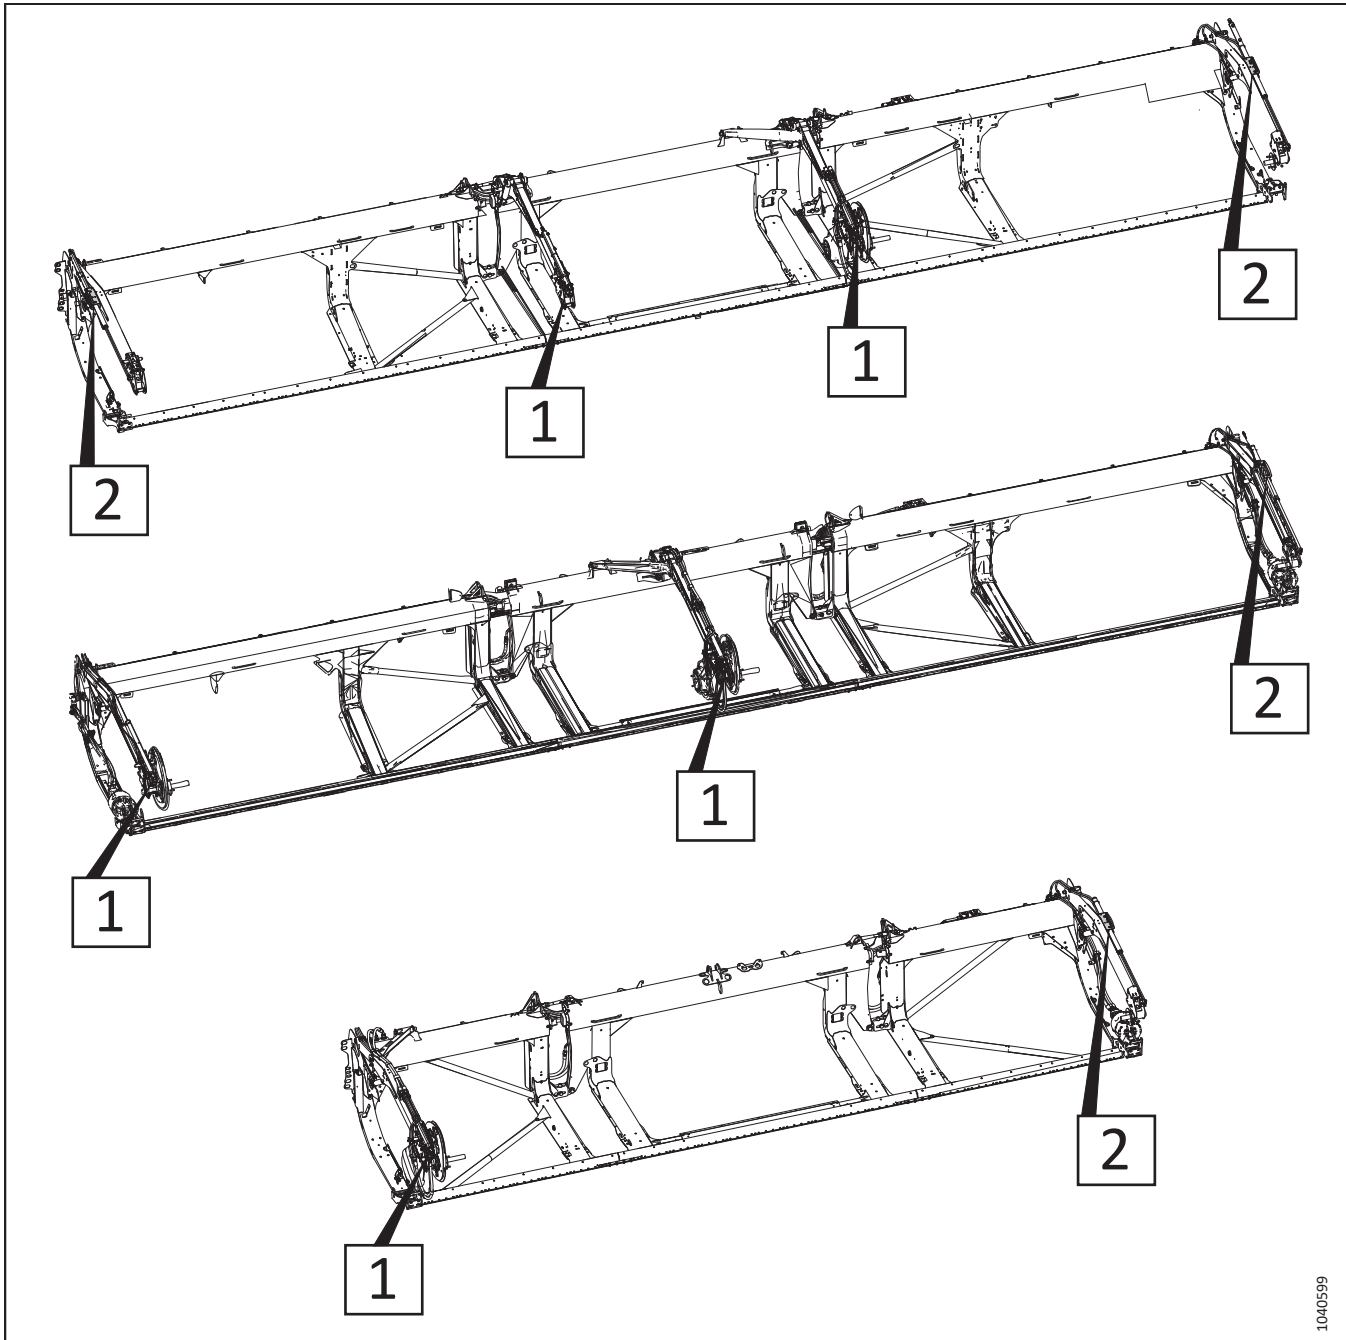

Abbildung 3.215: Einstellbare Horizontalzylinder – Verfahrensreferenznummern
5. Siehe Abbildung 3.215, Seite 188, um die Verfahren zur Einstellung der Haspelhorizontalzylinder für den entsprechenden Schneidwerkstyp zu ermitteln. Die Nummer in der Abbildung bezieht sich auf eines der folgenden Verfahren: